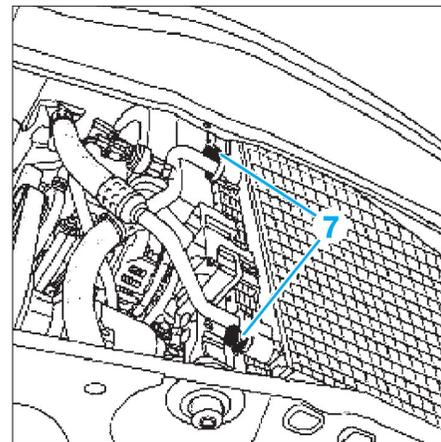

Fig. 10
- Déposer les vis (7) du raccord de tuyau (Fig.10).